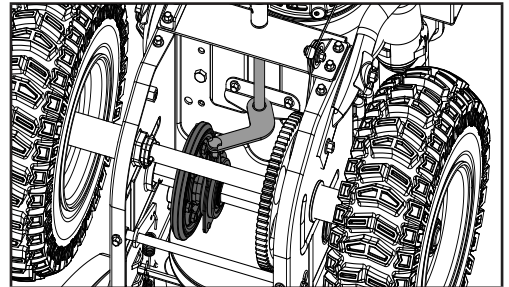

Figure 46
7. Suivez les étapes précédentes en ordre inverse pour réassembler les pièces (figure 46).